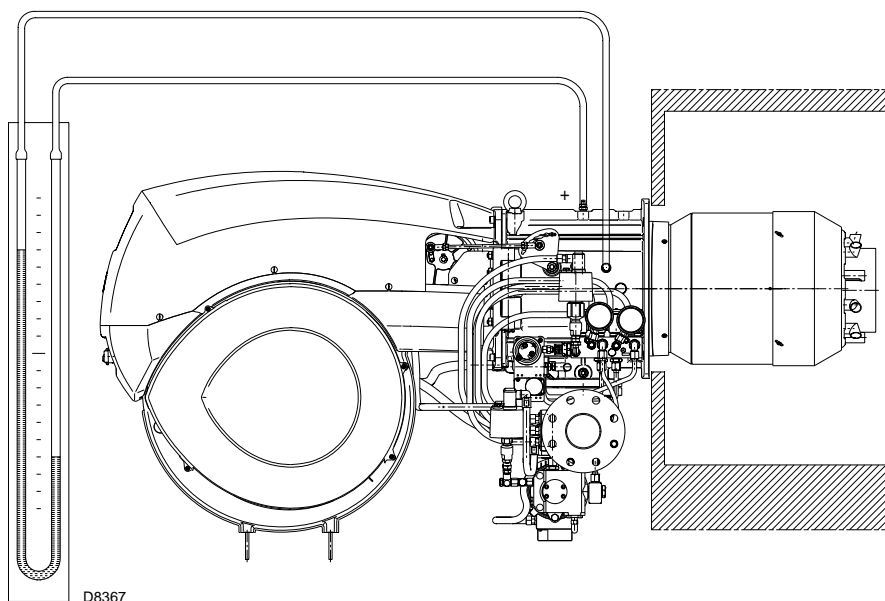

图 30
- 安装一个 U 型压力计或一个“”微分压力计（图 30），(+) 端接管路耦合处的燃气压力，(-) 端接炉腔。
燃气是否到的燃烧头可通过 U 型压力表 (图 30) 查看。